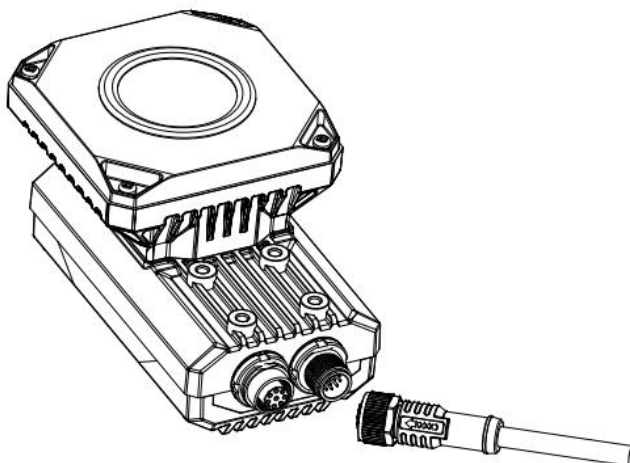

图2-4 设备 I/O 接口
3. 使用电源及 I/O 接口线缆，按照正确的接线方法接在合适的开关电源上给设备供电，如图 2-4 所示。设备接线请参考 1.4 电源及 I/O 接口定义章节。